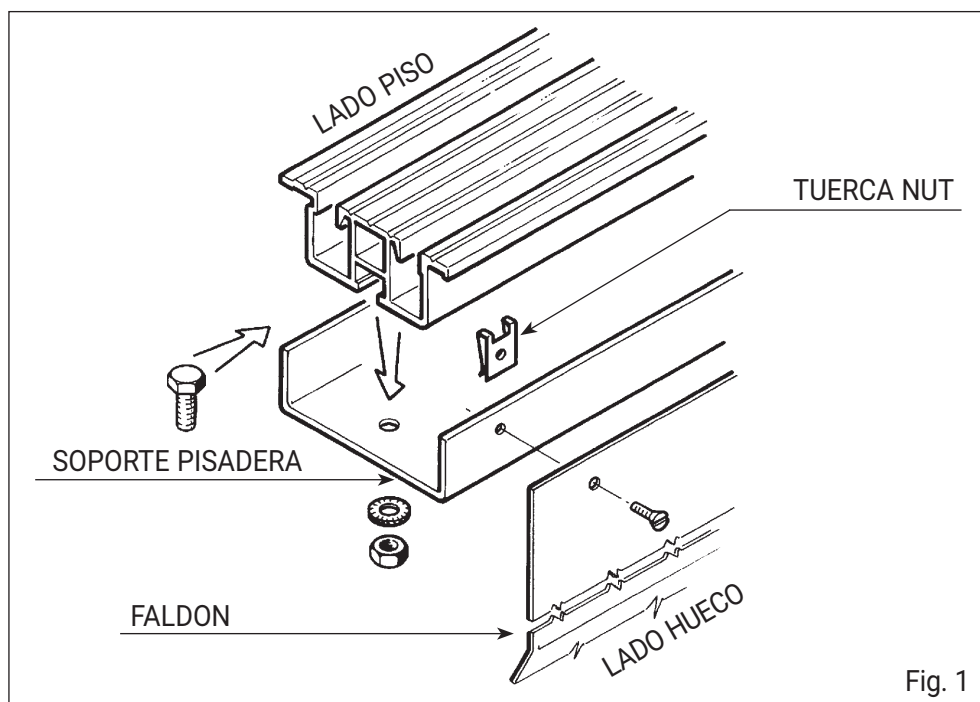

Fig. 1
El patín (2) sobre el respectivo soporte (1) se monta con una ligera presión hasta que se encaja bajo los dos dientes (3) (Fig. 1).
El patín inferior se monta en el perno excéntrico con una ligera presión hasta que las lengüetas (1) se encastran en la ranura (Fig. 1).